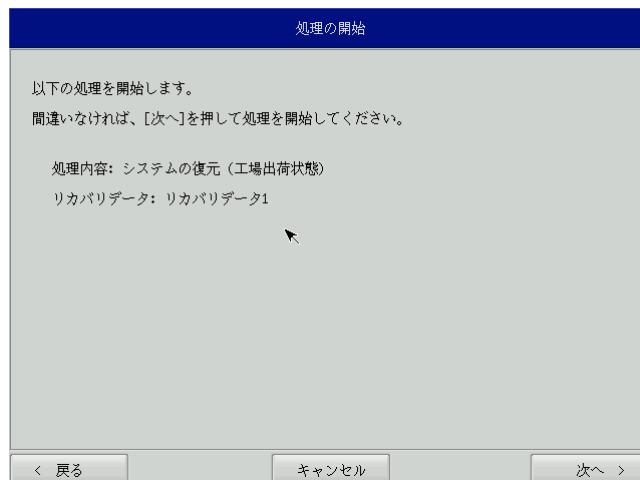

図6-2-3. 確認画面
- ⑦ 確認画面（図6-2-3）が表示されます。リカバリデータを確認し、[次へ]ボタンを押して処理を開始します。